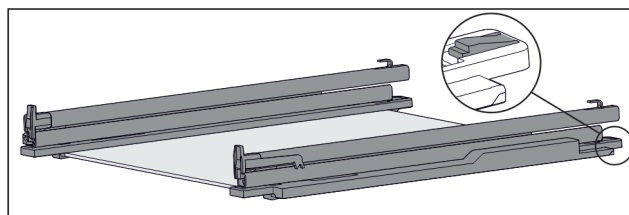

Fig. 105 Sklenená doska s koľajničkami a prídržnými dielmi
- ▶ Potlačte prídržný diel vzadu nadol (pozri Fig. 105) a súčasne posuňte koľajničku dozadu.